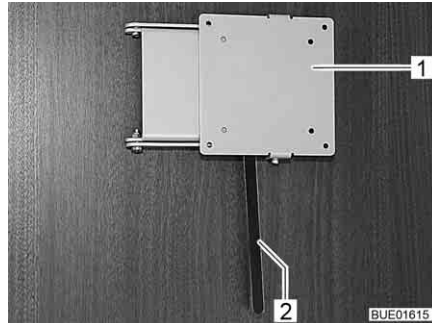

Bild 91 Fäste med låsspak
- Tryck låsspaken (Bild 91,2) åt sidan och sväng fästet (Bild 91,1) med den platta bildskärmen till önskat läge.
- Vrid tillbaka den platta bildskärmen tills fästet (Bild 91,1) hakar fast i låset.